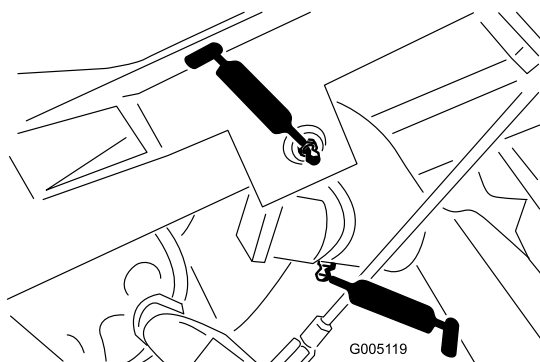

図 31
- 昇降アームのピボット3箇所とピボットヒンジ3箇所 図 31